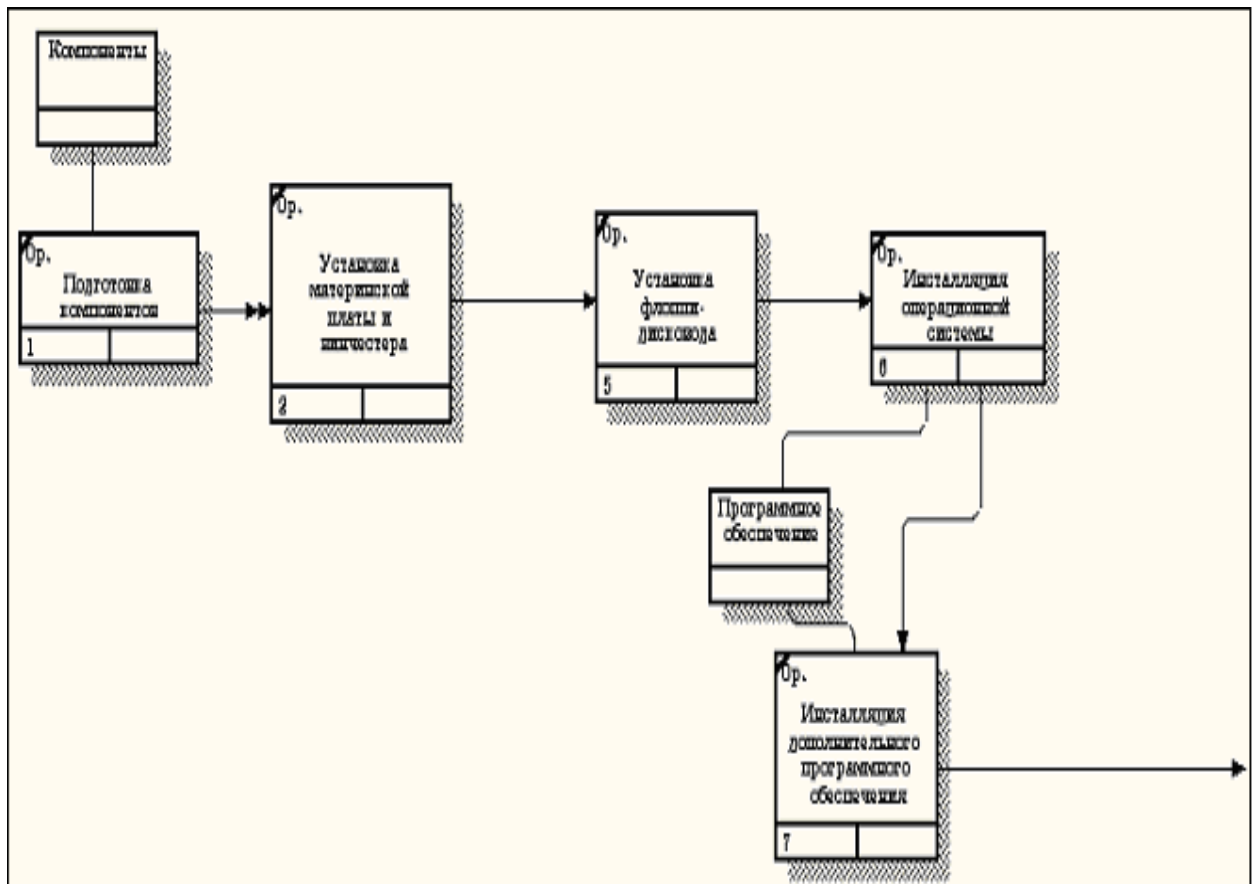

Рисунок 1.64 – Результат выполнения задания 8
3. Удалите элементы, не входящие в сценарий (рисунок 1.64).